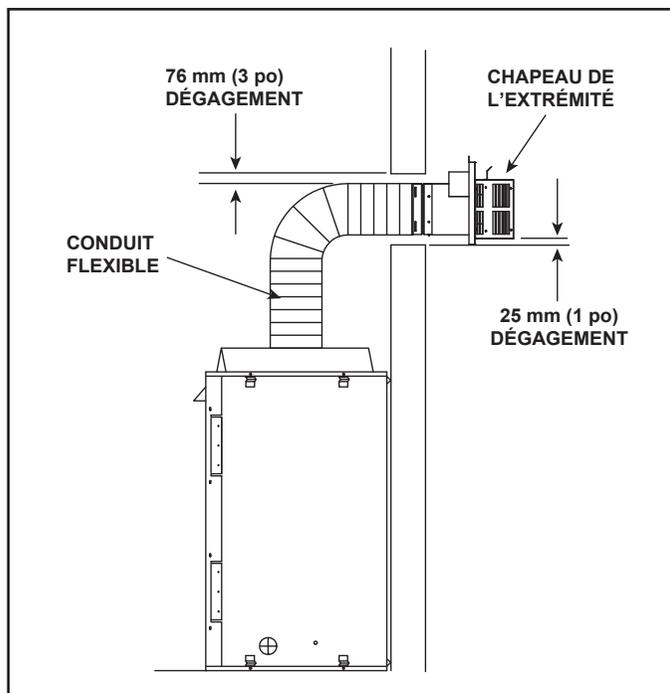

Figure 4.8 Tuyau flexible d'évacuation - Foyer générique montré
Le conduit doit être soutenu chaque fois qu'il change de direction et partout où un dégagement avec les matériaux inflammables doit être garanti. Une installation simple « vers le haut et à l'extérieur » (figure 4.8) ne nécessite que les supports nécessaires à maintenir les dégagements par rapport aux matériaux inflammables. Cependant, le point d'attache du conduit d'évacuation et les pare-feu sont considérés être des supports.
**Remarque :** On DOIT diminuer de 25 % la hauteur H totale quand on utilise un conduit de série SLP-FLEX 168 mm (6-5/8 po), sauf pour une installation simple vers le haut et vers l'extérieur. Voir la figure 4.8.
**Remarque** : On DOIT diminuer de 25 % la hauteur H totale quand on utilise un conduit de série SLP-FLEX 168 mm (6-5/8 po), sauf pour une installation simple vers le haut et vers l'extérieur. Voir la figure 4.8.